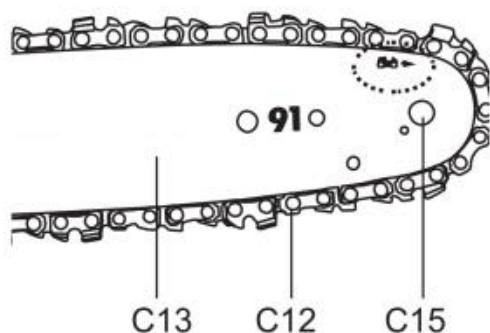

Fig. 11
7) De beweging van de zaagketting is zoals aangegeven door de pijl (Fig. 11).
Zorg ervoor dat de zaagketting (C12) goed over het tandwiel (C15) van het zaagblad (C13) is geplaatst. (Afb.11)